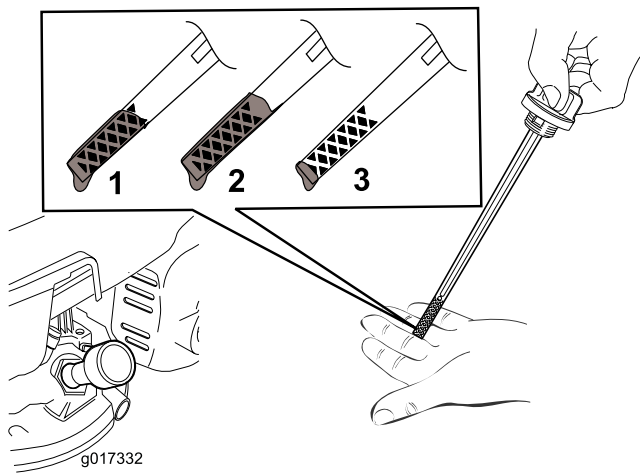

Figura 11
5. Para determinar el nivel de aceite correcto, consulte Figura 11.
Nota: Llene el cárter con aceite hasta que la varilla indique que el nivel del aceite del motor es correcto, según se muestra en Figura 11. Si usted llena demasiado el motor, vacíe el exceso de aceite según se indica en Cómo cambiar el aceite del motor \(página 17\).